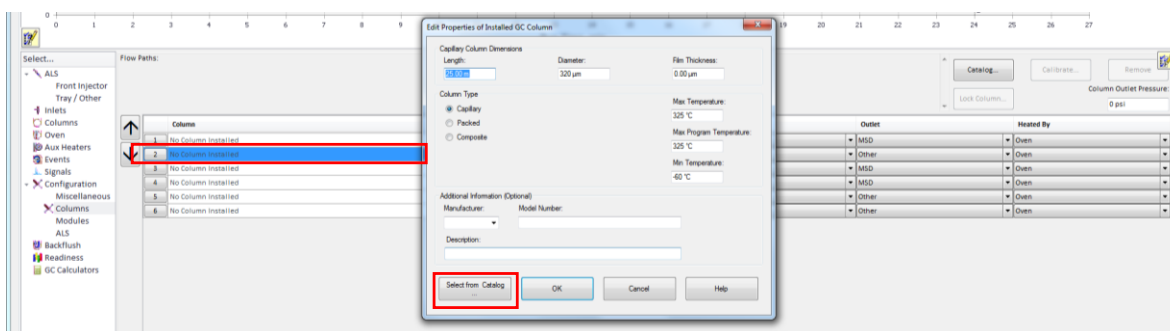

Figura 20. Configuración de la columna.
8.5.3. Registrar la columna cromatográfica. Ingrese al **Instrument > GC Parameters**. En el panel izquierdo dar click en **Configuration > Columns**. Inicialmente se debe realizar la instalación en el software de la columna que se va a utilizar en el GC y calibrarla para mantener óptimas condiciones del flujo en la columna. Todas las columnas de Agilent-J&W están disponibles en el catálogo guardado dentro del software. Para esto debe dar click en el número de la columna que se va a adicionar, después se abrirá el cuadro de **Edit Properties of Installed GC Column**. Seleccionar la columna desde el catálogo, si por el contrario la columna no es de marca Agilent, se pueden registrar todos los datos de la columna de acuerdo con el fabricante. Para adicionar la columna desde el catálogo, dar click en el botón **Select from Catalog** (véase Figura 20).